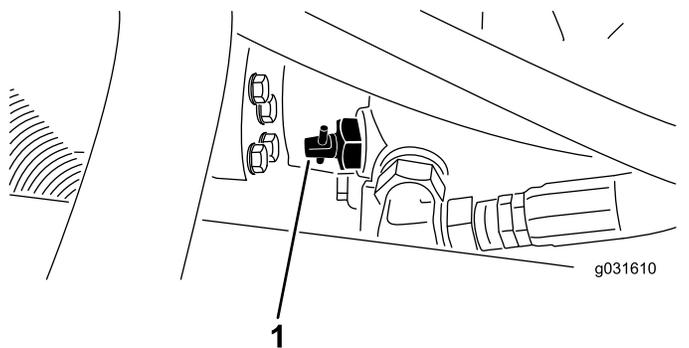

Figure 28
1. Trouvez la vanne de dérivation sur la pompe et tournez-la de 90° (Figure 28).